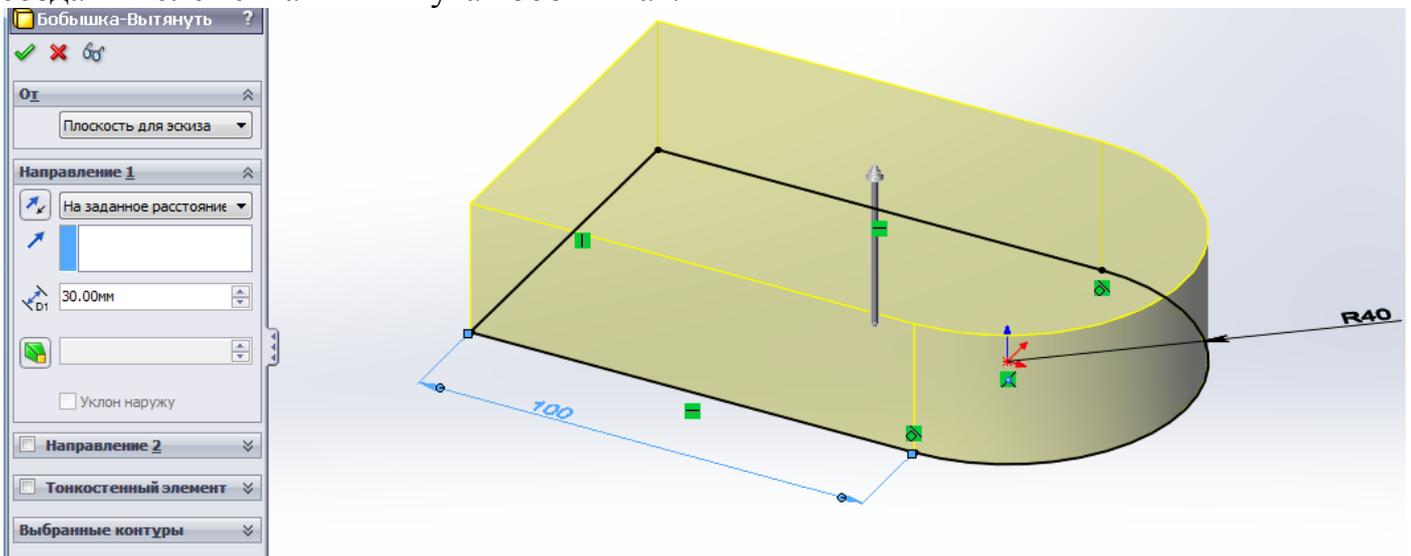

Рис. 1.16. Создание элемента “Вытянутая бобышка”
3.11. Активизировать функцию “Вытянутая бобышка/основание” в панели инструментов “Элементы”. Установить требуемое значение вытягивания (30 мм). Применить функцию. На рис. 1.16 представлен фрагмент работы программы при создании элемента “Вытянутая бобышка”.